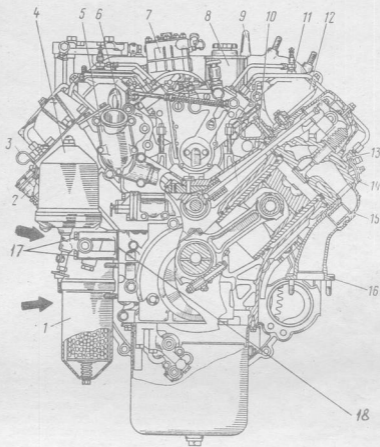

Рис. 12. Поперечный разрез двигателя КамАЗ-740.
43. Установить прокладку 18 (Рис. 12), фильтра 4 центробежной очистки масла и завернуть болты 17 крепления с пружинными шайбами. Величина момента затяжки болтов крепления 53-65 Н. м (5,3-6,5 кгс. м). (Головка сменная 17 мм, ключ с присоединительным квадратом, рукоятка динамометрическая мод. 131 М).
78. Установить прокладку, фильтр 1 (Рис. 12) полнопоточной очистки масла и завернуть болты крепления с пружинными шайбами. Величина момента затяжки болтов крепления 93-100 Н. м (9,3-10,0 кгс. м). (Головка сменная 19 мм, ключ с присоединительным квадратом рукоятка динамометрическая мод. 131. М).